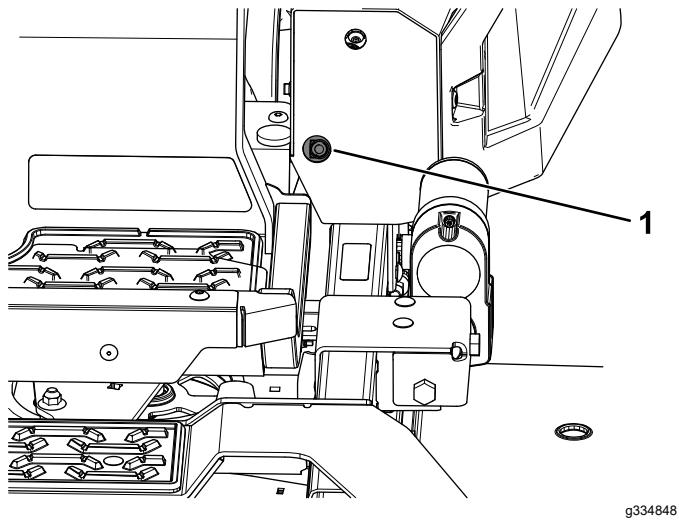
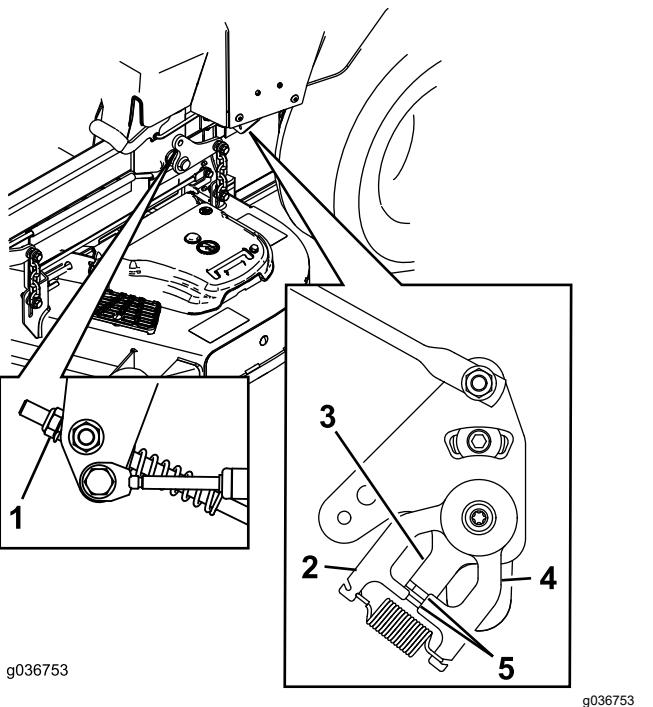

Figura 77
Figura 78
- Ajuste la longitud de las varillas de control de las bombas girando la tuerca en el sentido apropiado, hasta que las ruedas se muevan ligeramente en marcha atrás (Figura 77 y Figura 78).